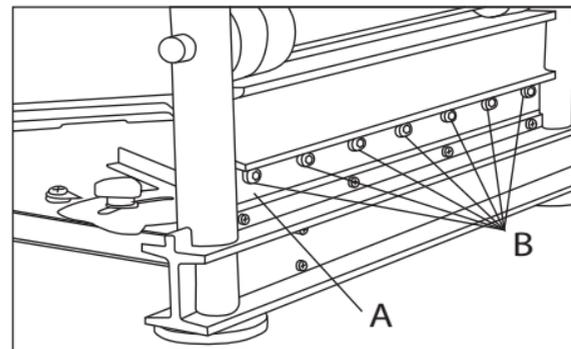

FIGURE 8
1. Pour retirer le couteau (Fig. 8-A), dévissez et retirez les sept vis à tête hexagonales (Fig. 8-B) en utilisant la clé hexagonale fournie. Retirez soigneusement le couteau.